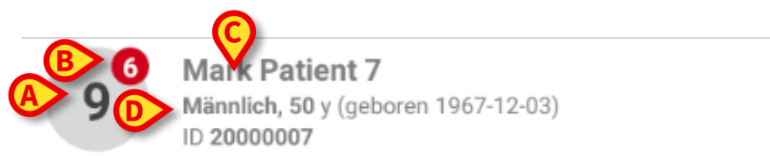

Abb. 90
Jedes Bett ist durch ein Viereck dargestellt (Abb. 90).
- Bettnummer (Abb. 90 **A**);
- Anzahl der nicht gehörten Nachrichten (wenn vorhanden) (Abb. 90 **B**);
- Name des Patienten in diesem Bett (Abb. 90 **C**);
- Patientendaten (falls verfügbar: Geschlecht, Alter, Geburtsdatum, Patienten-ID - Abb. 90 **D**).